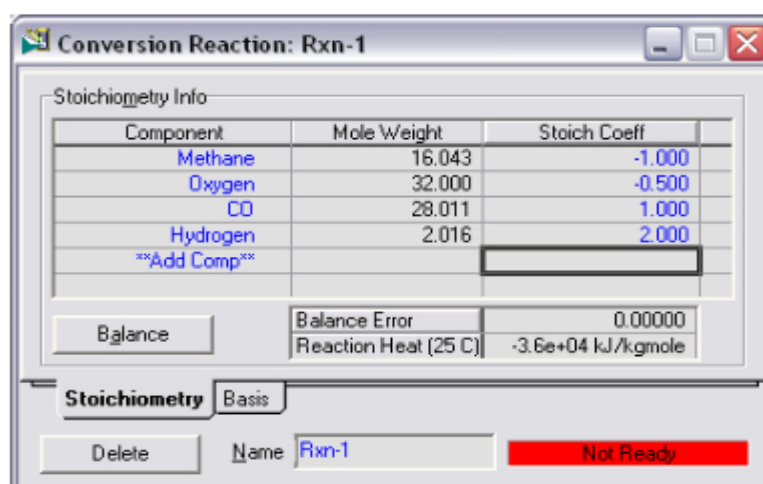

Fig.VI.2
**Fluid Package** Peng-Robinson (PR)
- Cliquer sur **Add Rxn** et choisie **Conversion** à partir de la liste affichée. Ajouter les informations nécessaires (coefficients stœchiométriques) comme le montre la figure VI.2,